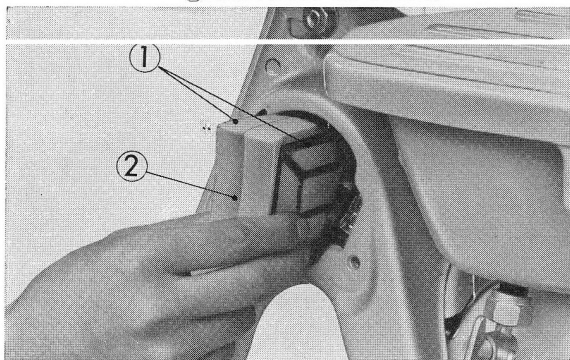

Figure 1-27 : ① plaquettes de serrage
- (3) Extraire l'élément filtrant avec ses plaquettes de serrage.
- (4) Frapper légèrement l'élément filtrant pour faire tomber la poussière, ou le laver à l'eau (figure 1-27).